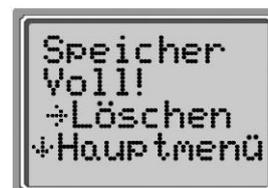

Bild 50
- Mit der UNTEN ▼ Taste ⑩ (Weiter) wird die Auswahl gespeichert.
ACHTUNG: In der Einstellung „50 Tests“ erscheint nach 44 Tests auf der LCD – Anzeige ⑧. die Meldung „Speicher fast voll“ (siehe Bild 50) und die rote Anzeige ⑤ leuchtet dauernd.
- Durch Drücken der UNTEN ▼ Taste ⑩ (Weiter) können jetzt noch maximal sechs Tests durchgeführt werden. Weitere Tests sind nicht möglich. Nach Drücken der LINKS ◀ Taste ⑨, oder der RECHTS ▶ Taste ⑩ im Hauptmenü erscheint die Meldung „Speicher voll“.
- Zum Löschen des Speichers drücken Sie RECHTS ▶ Taste ⑩ (Löschen) und bestätigen das Löschen durch nochmaliges Drücken der RECHTS ▶ Taste ⑩ (Ja).